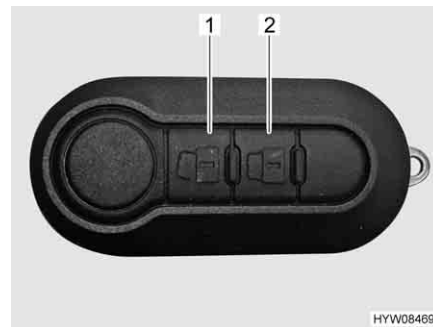

Bild 42 Fernbedienung Zentralverriegelung
*Entriegeln:* ■ Taste  (Bild 42,1) einmal kurz drücken. Die Türschlösser sind entriegelt.
*Verriegeln:* ■ Taste  (Bild 42,2) einmal kurz drücken. Die Türschlösser sind verriegelt.